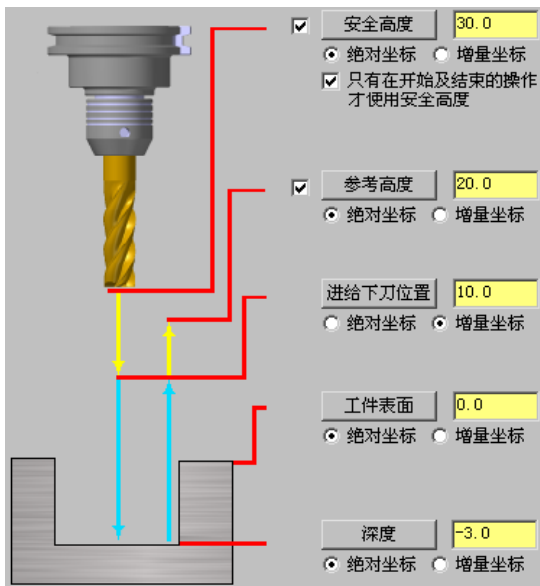

图 9.4.8 “共同参数”设置界面
Step2. 设置共同参数。在“2D 刀具路径 - 平面铣削”对话框左侧的节点列表中，单击**共同参数**节点，设置图 9.4.8 所示的参数。